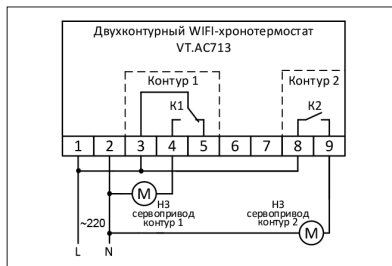

Рис. 2
6.2.2. Для подключения нормально-закрытых сервоприводов с питанием ~220 В устанавливается перемычка между клеммами 1, 3 и 8 для подачи фазного провода на общие контакты управляющих реле. Сервопривод контура 1 подключается к 2 и 4 клеммам, контура 2 – к 2 и 9 клеммам (рис. 2).